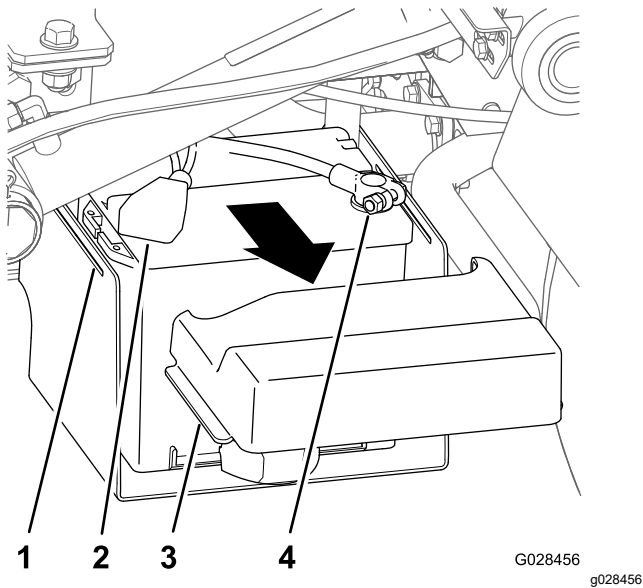

Figure 15
- Appuyez de chaque côté du couvercle de la batterie pour dégager les languettes des fentes dans la base de la batterie, et déposez le couvercle de la base (Figure 15).
- Repoussez le capuchon et débranchez la borne négative de la batterie (Figure 15).
- Débranchez la cosse positive de la batterie (Figure 15).